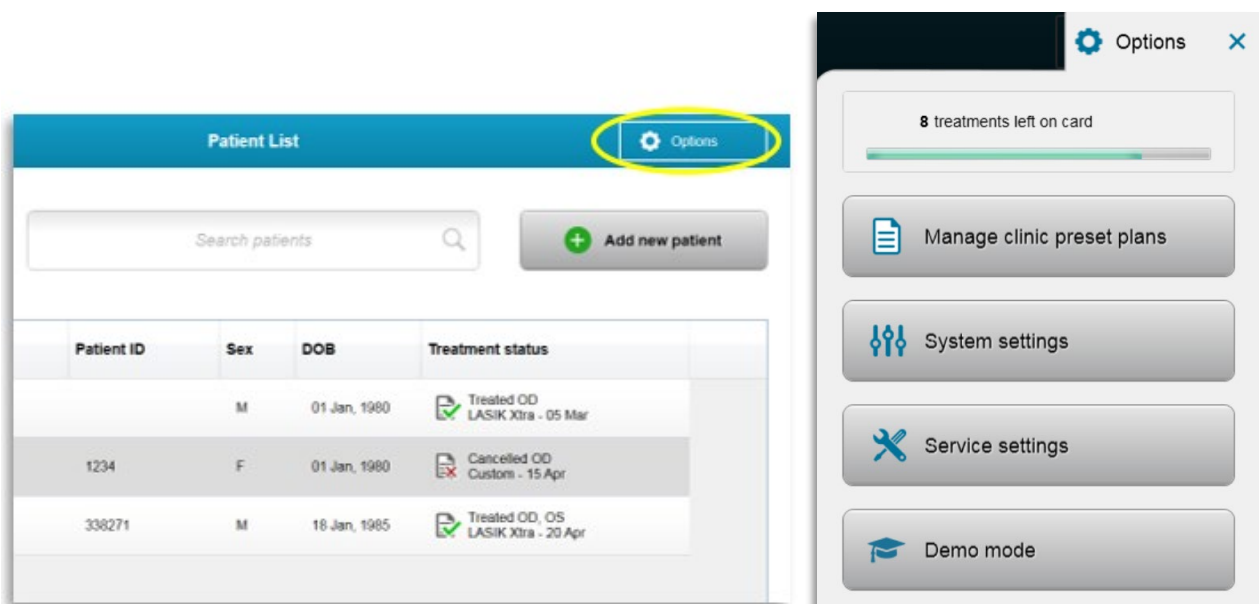

Bild 3-50. Tryck på knappen "Alternativ" (Options)
- På hemschärmen "Patientlista" (Patient List) trycker du på knappen "Alternativ" (Options) för att visa de fyra alternativsmenyerna, som visas på bild 3-50.